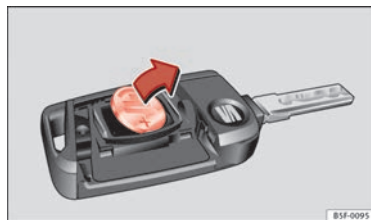

Fig. 47 Llave del vehículo: extracción de la pila.
- Extraiga la pila del compartimento con un objeto fino adecuado ⇒ fig. 47.
- Coloque la pila nueva tal como se muestra ⇒ fig. 47 y presiónela en el compartimento para la pila en sentido contrario a la flecha ⇒ ②.